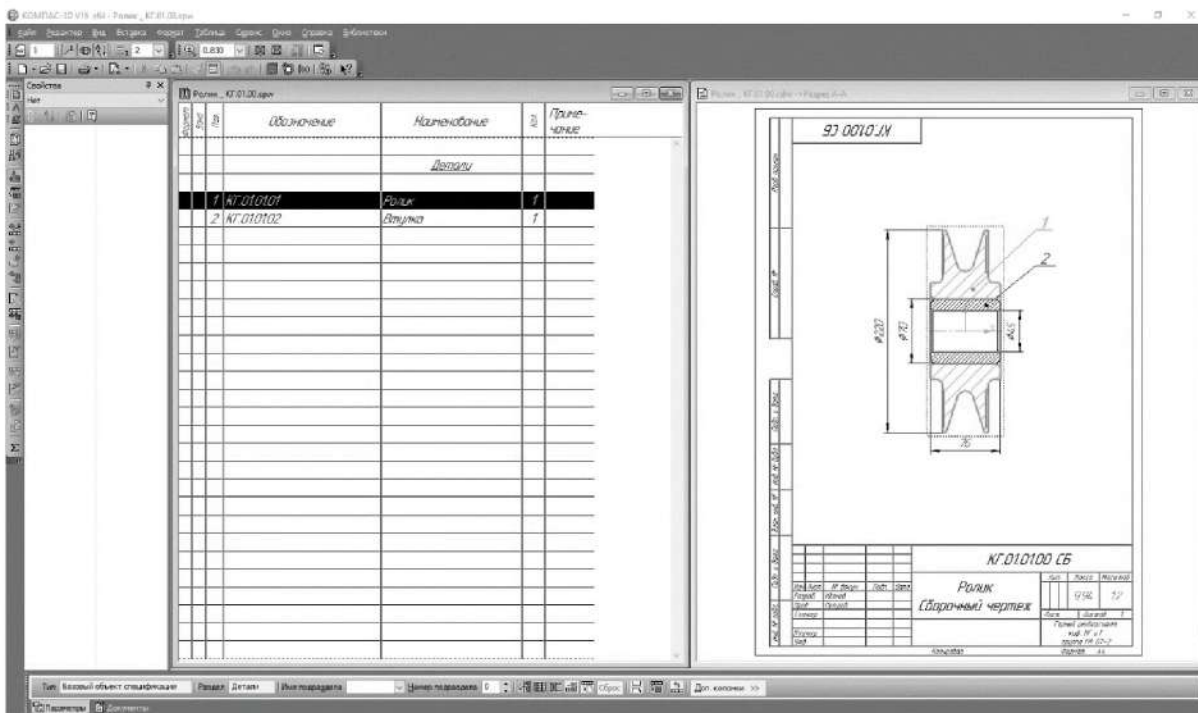

Рисунок 4.57. Просмотр состава спецификации
3.4.2 Нажмите кнопку **Показать состав объекта**  на инструментальной панели **Спецификация** . На чертеже будет подсвечена деталь *Ролик* (рисунок 4.57).